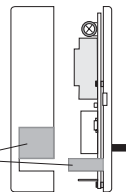

Fig. 5.i
Asportare dalla base le parti predisposte per il passaggio dei fili di collegamento indicate in fig. 5.i.
- Fissare la base alla parete (o scatola incasso), con 2 viti utilizzando le coppie di fori (A-A, B-B, C-C) predisposte (fig. 5.i).